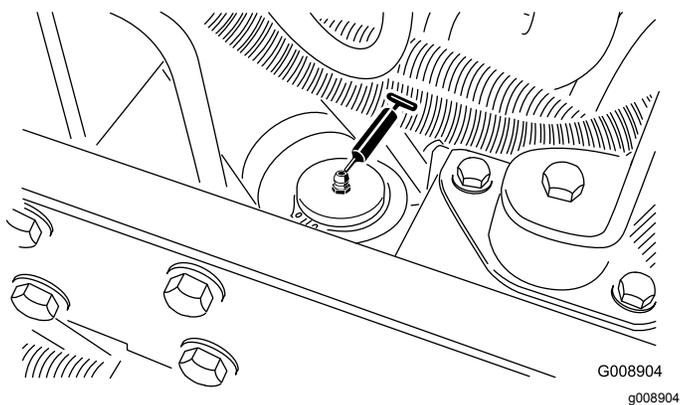

Рисунок 59
- Цилиндр рулевого механизма (Рисунок 59).